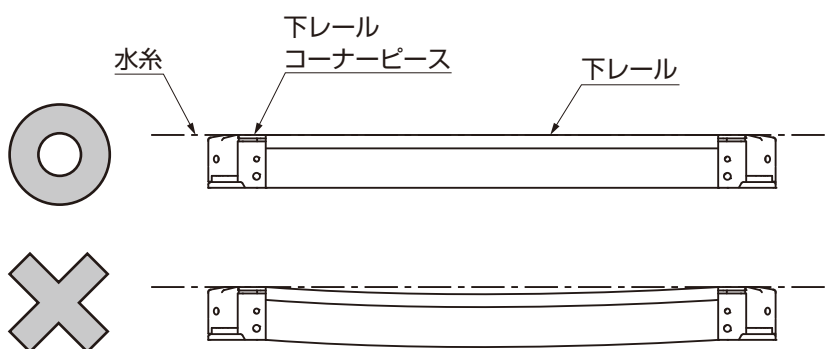

図14-3
- 下レールは水系などを使用して水平になるように調整してください。床の状態に合わせて、下レールの下にスペーサーを入れるなどの調整をしてください。(図14-3参照)